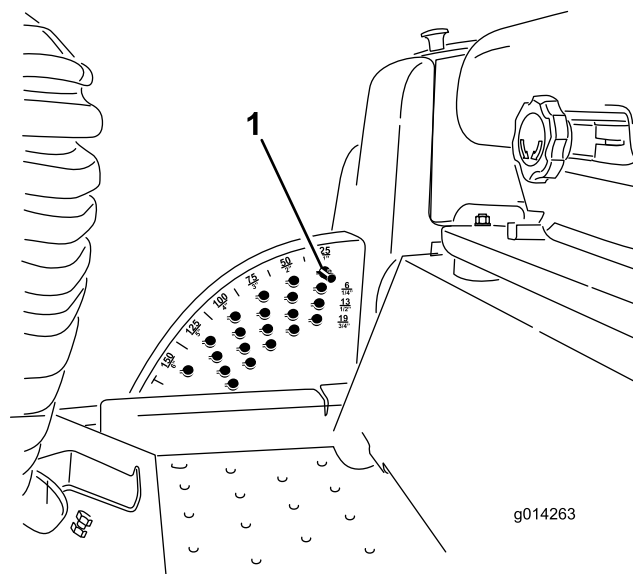

図 6
1. エンジンを始動し、デッキの昇降スイッチの後部を押してデッキを一番高い位置まで上昇させたらすぐにスイッチから手を離す (図 6)。
2. ストップピンについているロールピンを回してピンと刈高設定穴のスロットとが整列したところでピンを抜き取る (図 6)。
3. 刈高ブラケットについている穴から、希望する刈高に対応する穴を見つけ、その穴にピンを通し、ピンを回してロックする (図 6)。
注 刈高設定穴は、扇形の外周に一番近い段から全部で4段 (列) あります (図 6)。外周側の列は、外周部に刻印されている通りの刈高の穴です。2 列目の穴は、それぞれ 1 列目プラス 6 mmの刈り高となります。3 列目の穴は、それぞれ 1 列目プラス 12 mmの刈り高となります。一番下の列の穴は、それぞれ 3 列目プラス 18 mmの刈り高となります。刈高 158mm だけは例外で、2列目のはずれにあります。この穴にセットすると 刈高 158mm となります (6mm アップにはなりません)。